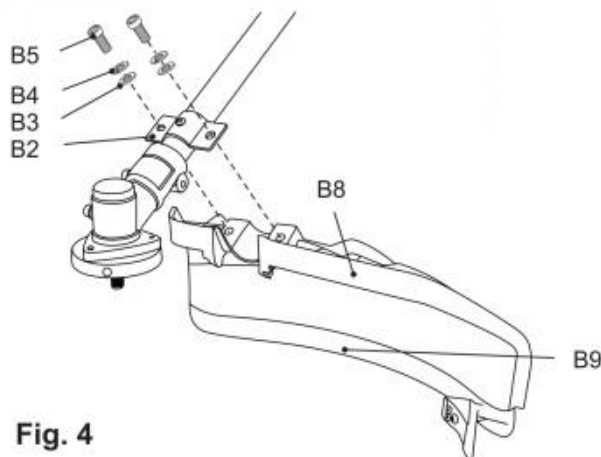

Fig. 4
- 6) Asegure la conexión con pernos (B5) , arandelas de resorte ((B4)) y arandelas (B3)) utilizando la herramienta (E4). (Fig.4).